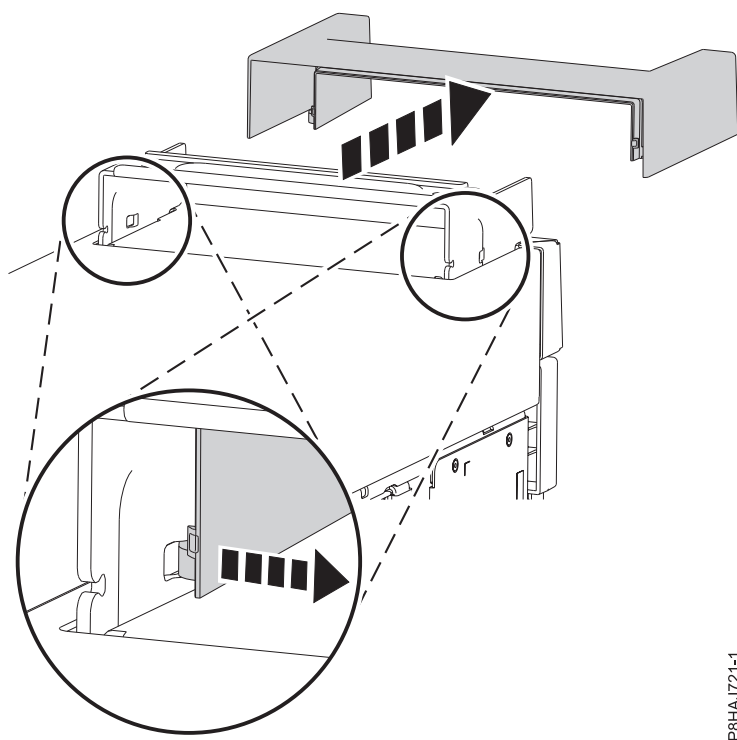

図 59. 8286-41A スタンドアロン・システムからのハンドル・カバーの取り外し
3. ハンドル・カバーをシステムの方へスライドさせてから、上方に持ち上げて取り外します。 112 ページの図 59 を参照してください。